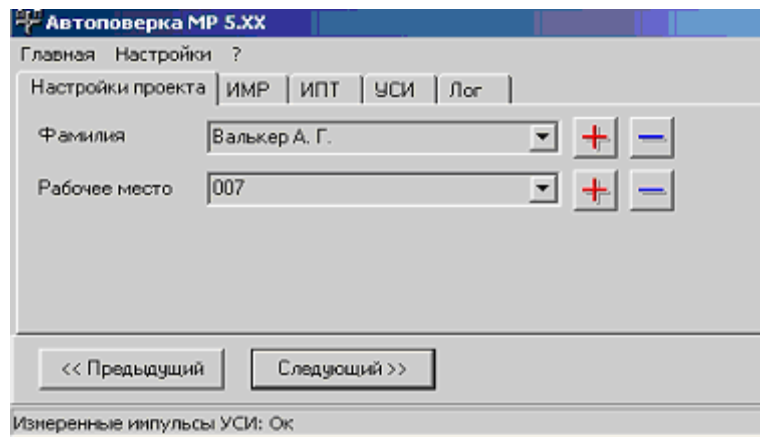

Рис. 16. Вид вкладки «Настройка проекта».
- 2.5.3.1. Нажать кнопку **Следующий**. Ввести данные в открывшейся вкладке **Настройка проекта**. Поля **Фамилия** и **Рабочее место** можно не заполнять (рис.16).